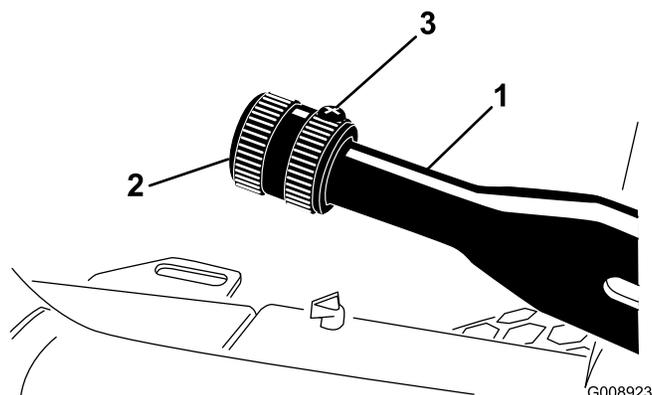

Figure 53
1. Desserrez la vis de fixation du bouton sur le levier du frein de stationnement (Figure 53).